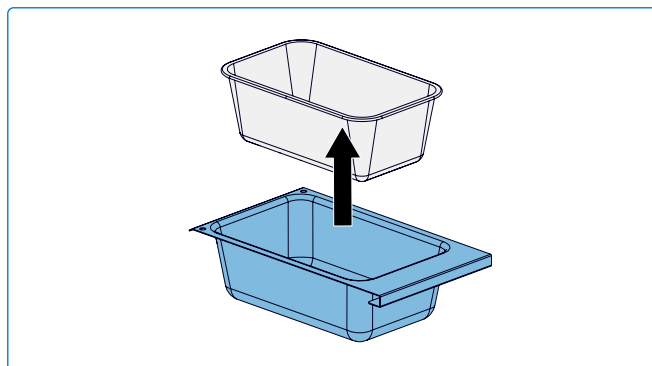

Fig. 25
3. Remplacez le plateau à graisse jetable toutes les 2 à 4 semaines, selon l'utilisation (si applicable). (**fig. 25**).